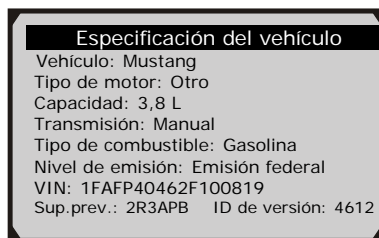

Figura 4.2
- 3) Revise los datos seleccionados en la pantalla. (Figura 4.2)